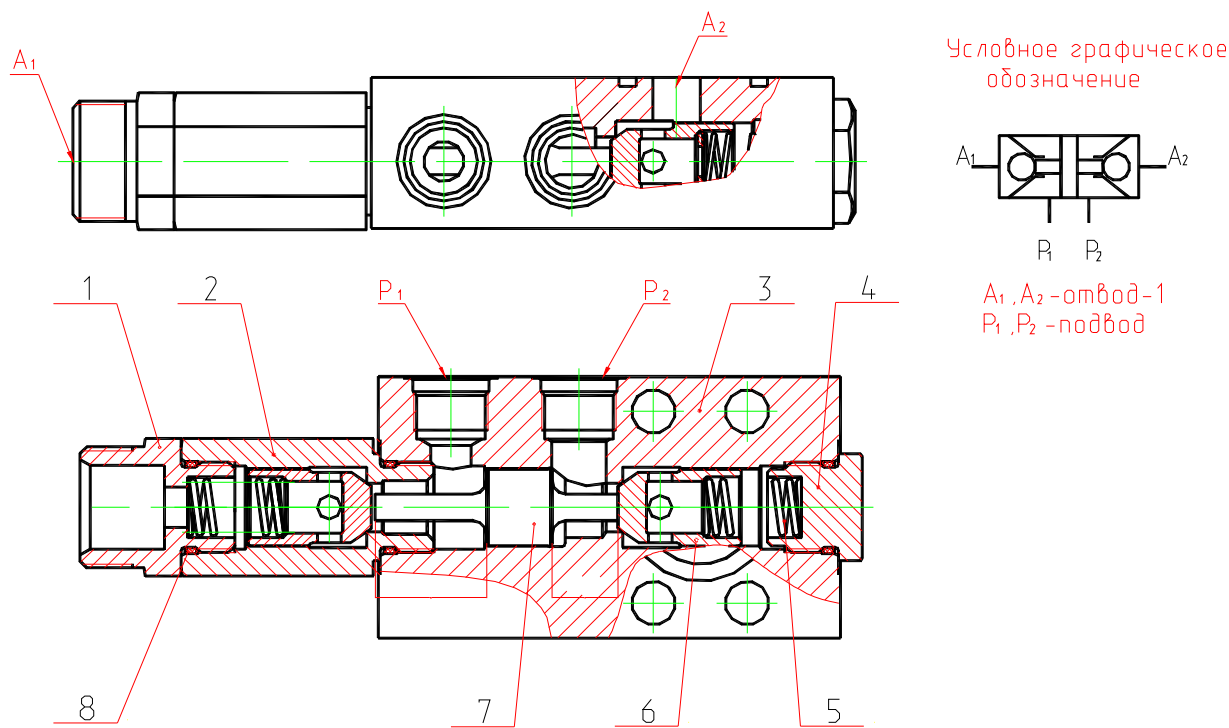

Рис. 54 Гидрозамок
16. ГИДРОЗАМОК (рис. 54)
Общий вид гидрозамка показан на рис. 54.